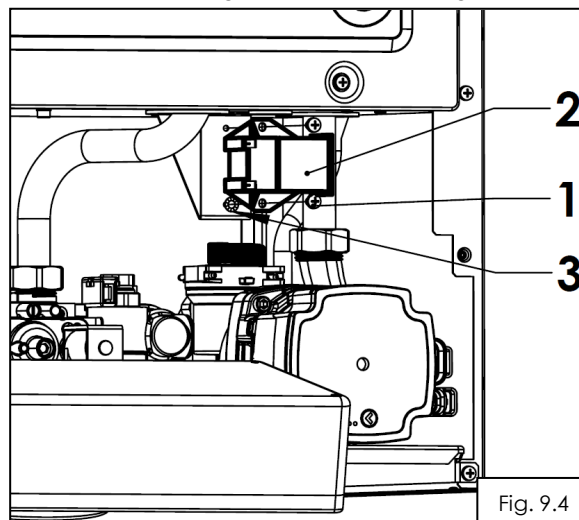

Fig. 9.4
Înlocuirea transformatorului de aprindere (2) fig.9.4 presupune următoarele operații:
- se deconectează toți conectorii de pe transformatorul de aprindere (2);